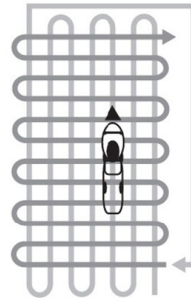

Рис. 17. Схема перпендикулярного скашивания
- При кошении в тяжелых условиях (п. 3,4) рекомендуется проводить повторный покос с меньшей высотой скашивания. При этом рекомендуется использовать схему перпендикулярного скашивания. На (Рис. 17) представлена схема движения газонокосилки при выбросе травы в травосборник.